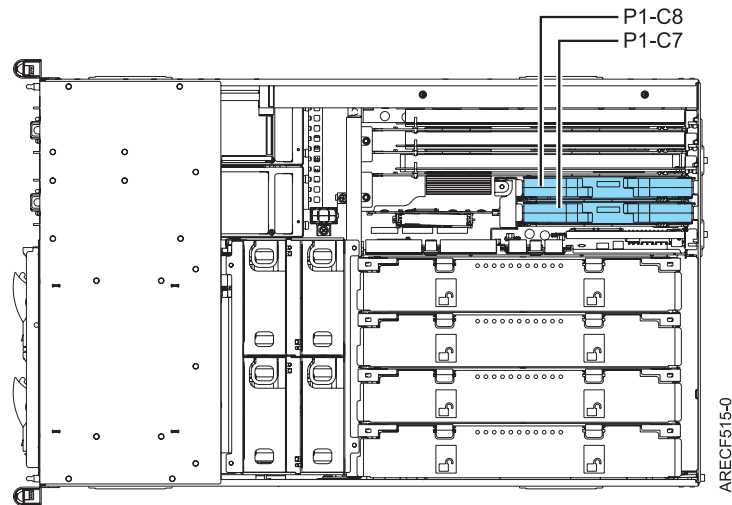

Abbildung 1. Steckplätze P1-C7 und P1-C8 - Ansicht von oben
8. Suchen Sie den passenden Steckplatz, in dem der GX-Adapter installiert werden soll. Ist nur eine einzige Prozessorkarte vorhanden, müssen Sie einen Adapter des Typs GX+ mit dem Feature-Code (FC) 5616 verwenden und Steckplatz P1-C8 auswählen (siehe Abb. 1 auf Seite 3). Wenn zwei Prozessorkarten installiert sind, unterstützt auch P1-C7 einen GX-Adapter. Soll ein DDR-Adapter des Typs GX++ mit dem FC 5616 benutzt werden, sind mindestens zwei Prozessorkarten erforderlich.